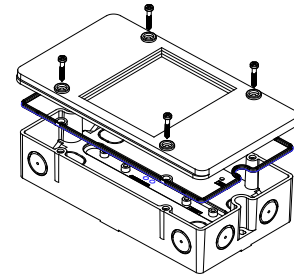

Рис.4
5. Закрепите крышку коробки с уплотнением четырьмя винтами (Рис.4) (Только таким образом может быть обеспечена категория защиты IP65)